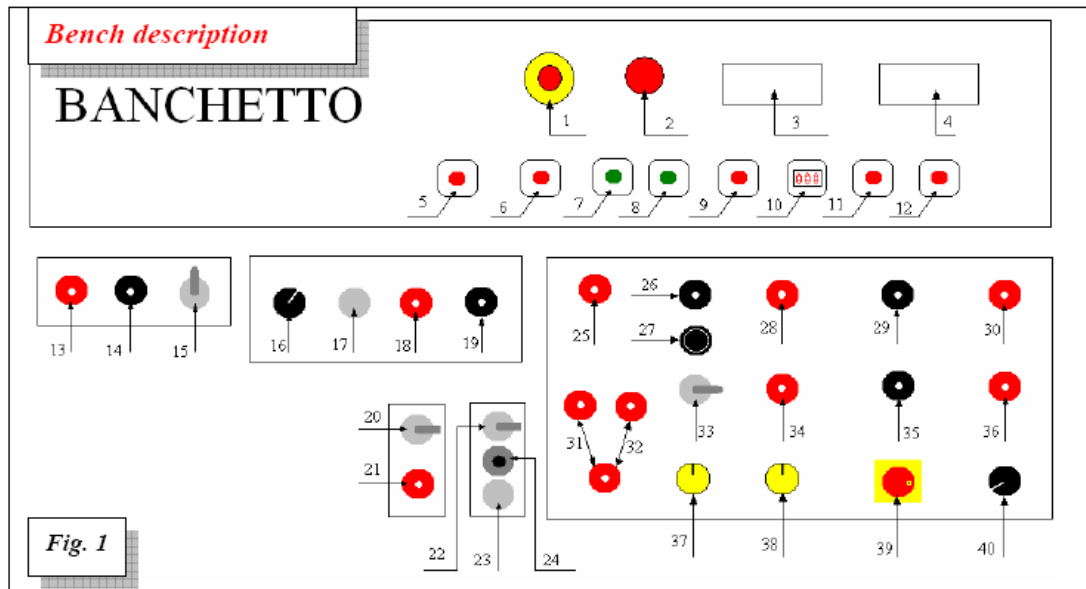

Fig. 1
4. Общий переключатель установите на 1 (39 Рис. 1).
5. Убедитесь, что аварийный останов отключен (1 Рис. 1).
7. Нажмите пуск.(2 Рис. 1)
Fig. 1	Рис. 1
Числа в параграфах ссылаются на описательный рисунок стенда (рис. 1), где каждое гнездо и компонент последовательно пронумерованы.
Присоедините сопротивление 10 кОм между DFM и V+ (рис.1).